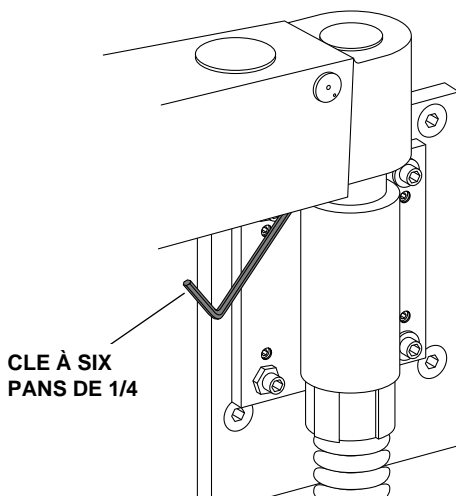

Figure 7. Réglage de la tension du ressort du bras
1. Repérer la vis de réglage qui se trouve sous le bras (voir la Figure 7).